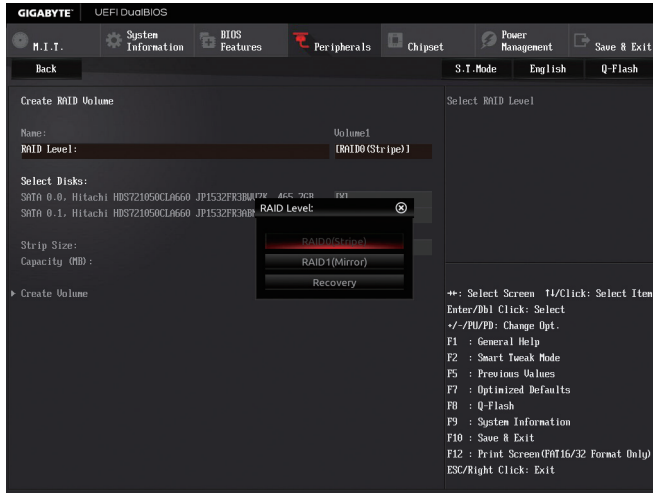

図 4
Intel(R) Rapid Storage Technology メニューにおいて、**Create RAID Volume** で<Enter>を押して **Create RAID Volume** 画面に入ります。**Name** の項目で 1~16 文字 (文字に特殊文字を含めることはできません) のボリューム名を入力し、<Enter>を押します。次に、RAID レベルを選択します (図 4)。サポートされる RAID レベルには RAID 0、RAID 1、RAID 10、と RAID 5 が含まれています (使用可能な選択は取り付けられているハードドライブの数によって異なります)。次に、下矢印キーを用いて **Select Disks** に移動します。